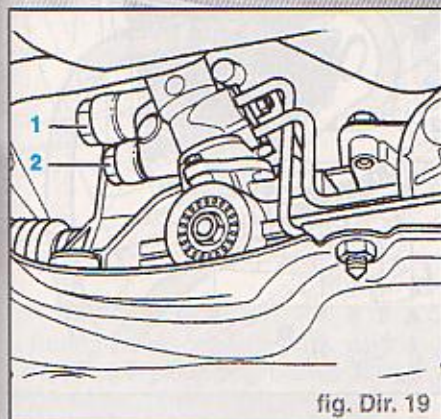

fig. Dir. 19
- Extracteur (1) de barre de direction (modèle de commercialisation courant), p. ex. **Matra V 176**.
- La conduite de retour (1) ne peut être dévissée qu'une fois que le berceau est abaissé (fig. Dir. 19).